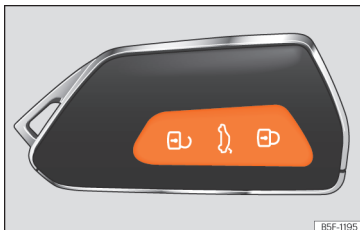

Fig. 73 Remote control key: keys.
- Lock: press the  »» **Fig. 73** button.